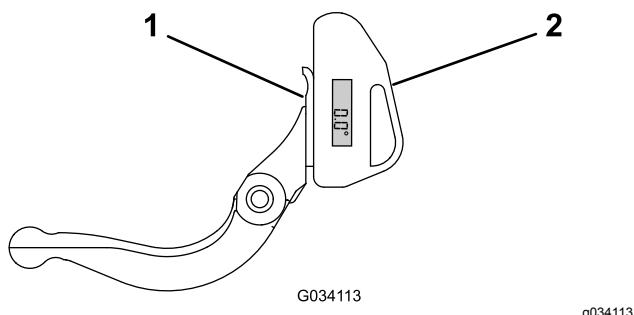

Figure 27
- Placez l'indicateur d'angle sur la face inférieure de la contre-lame, comme illustré à la Figure 27.